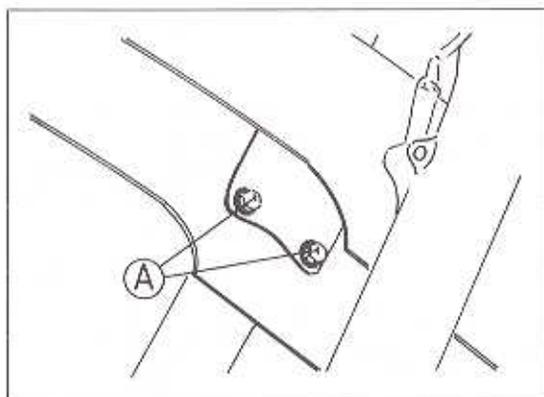

Bild 245
- Den Kotflügel des Vorderrads abbauen (Bild 245).